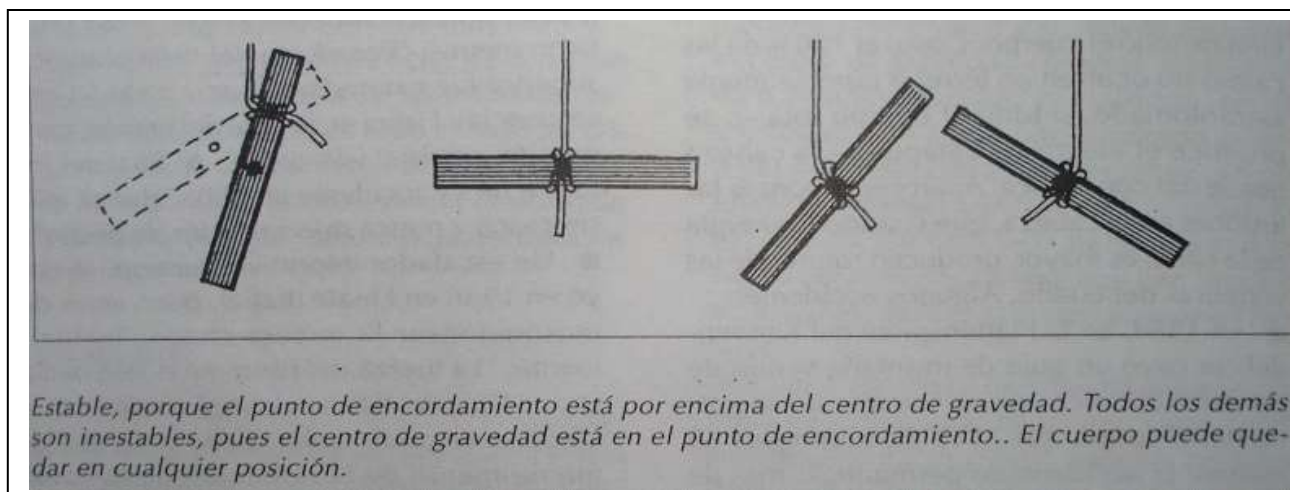

Fig 2.2 Centro de gravedad – Pto de izaje
- Determinación del Centro de Gravedad (Carga homog: El Centro Geom **coincide** con el Centro de Grav (CG); Carga heterog: **No coincide** (Distancia al CG: $D_{CG} = s (P_n \times D_n) / P_t$) (ver Fig 2.2)